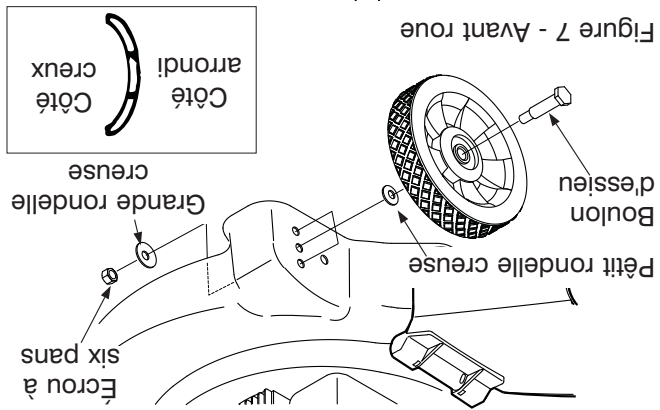

Figure 7 - Avant roue
- Utilisez la boulonnerie fournie dans le sachet pour installer les roues sur le plateau de coupe de la manière représentée aux Figures 7 et 8.